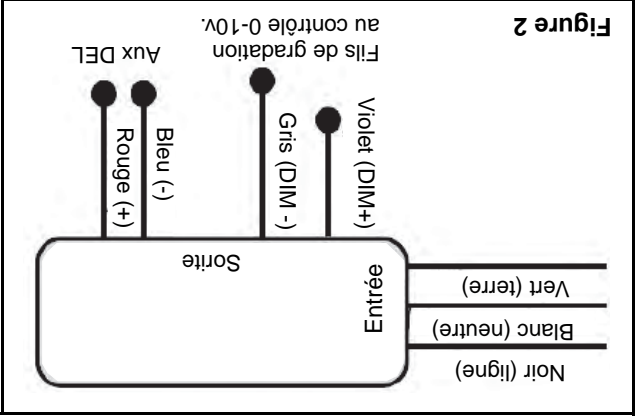

Figure 2
10. Effectuer les connexions : connecter le fil blanc (neutre) et le fil noir (ligne) à l'alimentation du bâtiment. Connecter la mise à la terre au fil vert. La tension d'entrée est indiquée sur l'unité (fig.2).